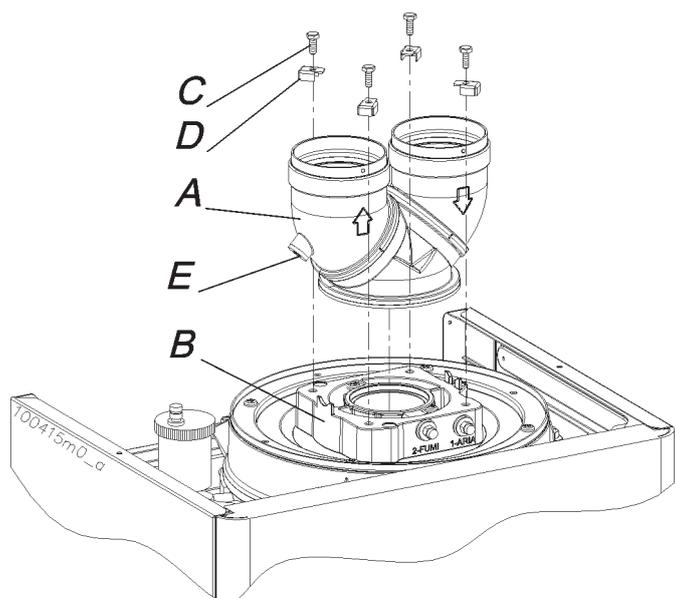

Figura 29 - Installazione del sistema sdoppiato 80/80
L'apparecchio viene fornito di serie senza raccordi per il collegamento dello scarico fumi/aspirazione aria. Per collegare la caldaia ad un sistema "Sdoppiato 80/80" occorre richiedere l'apposito kit ed installarlo come in figura 29.
- La caldaia è già predisposta di un raccogliore di condensa che, se usato, deve essere raccordato ad un tubo di scarico (vedi figura 29 particolare E).